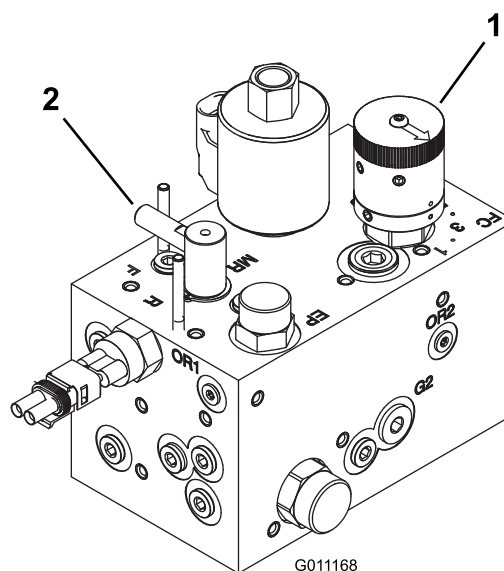

Figure 75
3. Tournez le levier de rodage à la position de rodage (R). Tournez la commande de vitesse des cylindres à la position 1 (Figure 75).